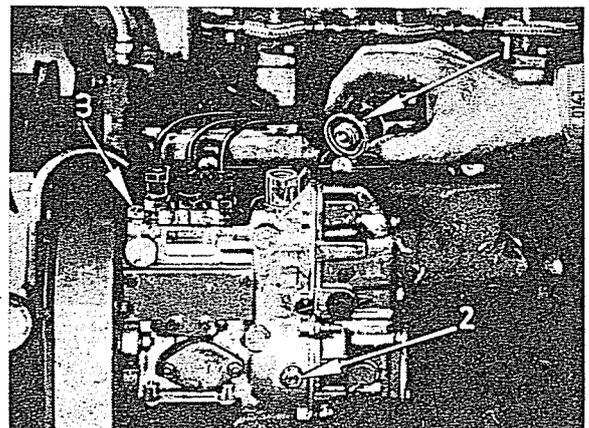

Fig. 36
- Enlevez le bouchon de niveau d'huile (2, Fig. 36) et laissez s'écouler le mélange huile-combustible.